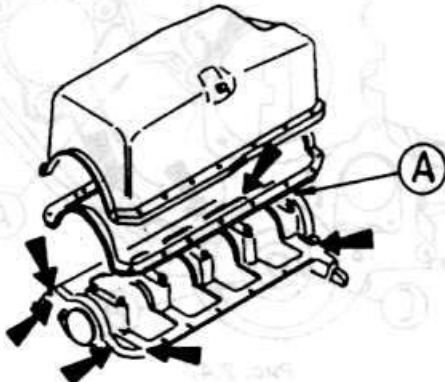

Рис. 2.50
- ♦ Установите масляный картер с новой прокладкой (рис. 2.50).